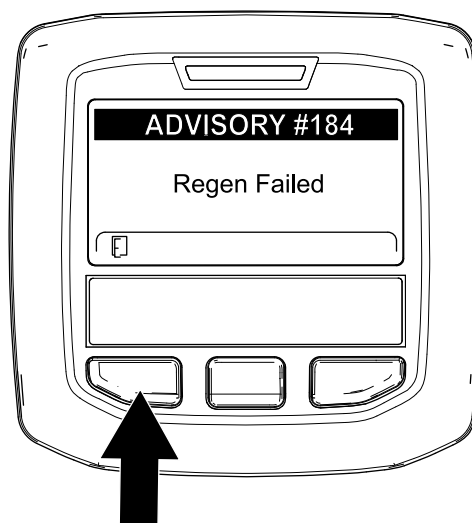

Figura 67
**Nota:** Se la rigenerazione non viene completata, l'InfoCenter visualizza il messaggio Advisory #184 (Figura 67). Premete il pulsante sinistro per uscire e tornare alla schermata Home.